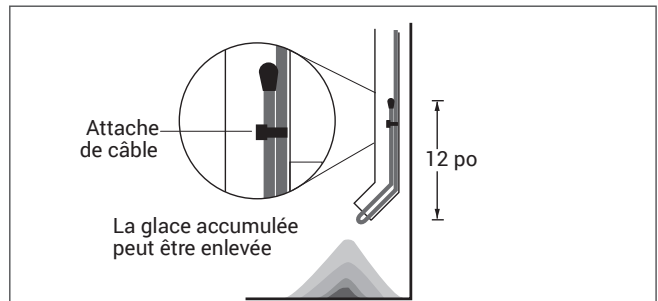

Figure 10. Câble chauffant dans la descente
- Installer le câble chauffant dans des gouttières et des descentes se terminant sous le niveau de congélation. Il n'est pas nécessaire de fixer le câble au fond de la gouttière de façon permanente. Boucler le câble chauffant dans les descentes. Ne pas laisser l'extrémité du câble FrostGuard exposé à l'extrémité de la descente, comme il est illustré à la figure 10.